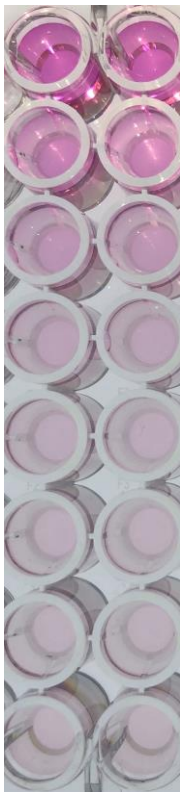

図 1：尿素標準液の呈色度合の例
6. 加熱後、アルミホイルを外し、UV ランプ下で十分な呈色が認められるまで反応を促進させてください。UV ランプ下では 15 分～1 時間で十分な呈色が認められます。自然光や蛍光灯下では 1～2 時間程度必要になります。呈色の度合については図 1 の例を参照してください。